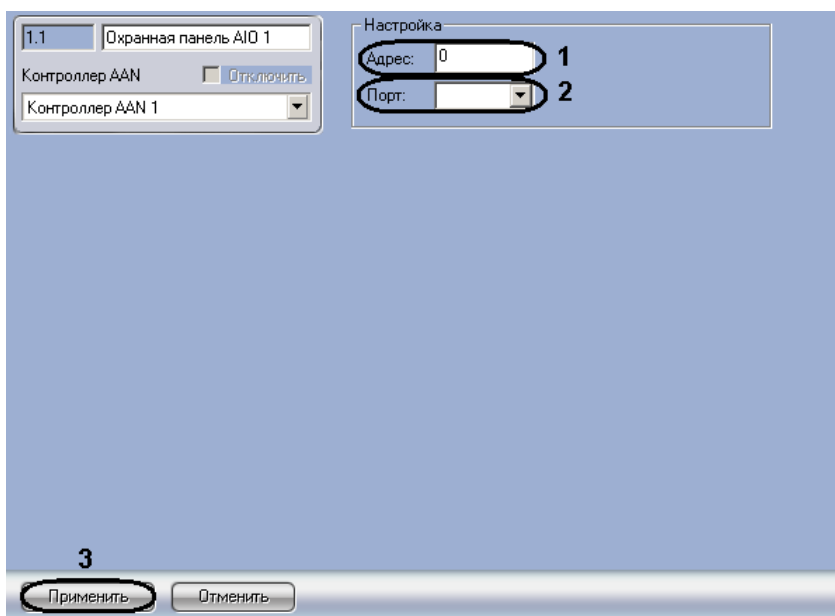

Рис. 3.3-4 Панель настроек объекта Охранная панель AIO
1. Перейти на панель настроек объекта **Охранная панель AIO** (Рис. 3.3-4).
2. Ввести в поле **Адрес:** уникальный адрес охранной панели AIO (см. Рис. 3.3-4, 1).
3. Из раскрывающегося списка **Порт:** выбрать порт подключения охранной панели AIO (см. Рис. 3.3-4, 2).
4. Для сохранения изменений нажать кнопку **Применить** (см. Рис. 3.3-4, 3).